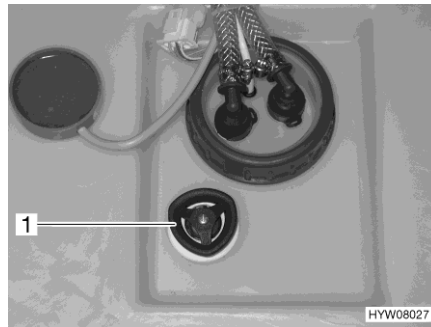

Bild 156 Vattentank med ratt
- Vrid ratten (Bild 156,1) på vattentanken moturs mot motståndet till stoppläget för att öppna utloppsöppningen helt.